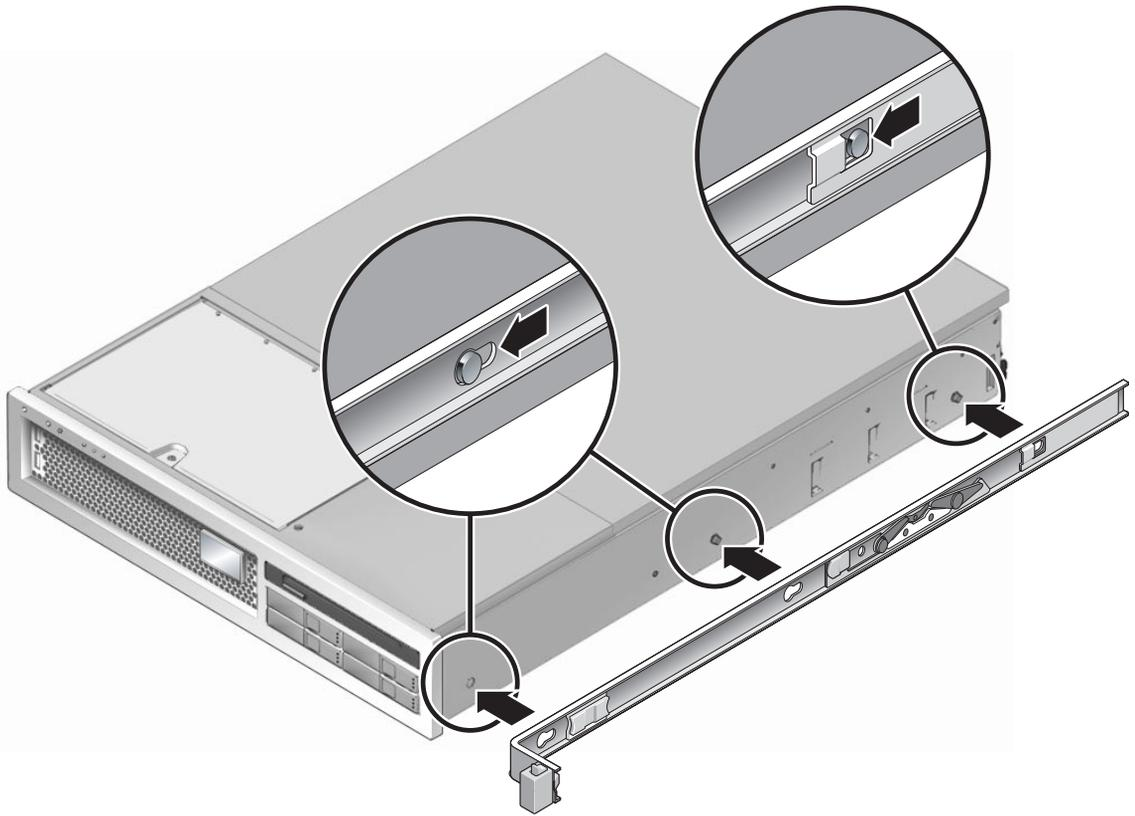

FIGURA 2-4 Instalación del soporte de montaje en la carcasa
- a. Coloque el soporte contra la carcasa (FIGURA 2-4) de forma que el botón de bloqueo de las guías quede en la parte frontal y los tres taladros del soporte queden alineados con las tres clavijas que hay en el lateral de la carcasa.**
- c. Asegúrese de que las tres clavijas hayan quedado aprisionadas en los taladros del soporte y que la clavija situada en la parte posterior haya quedado enganchada en el punto de bloqueo del soporte, según se ilustra en la FIGURA 2-4.